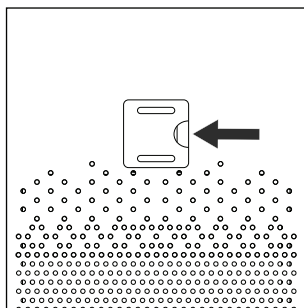

Fig. 1
2. Abra a tampa do compartimento do sensor de partículas **11** na parte traseira do aparelho, colocando o dedo na abertura da tampa **11** (ver fig. 1). Em seguida, puxe a tampa **11** para si, até a abrir.